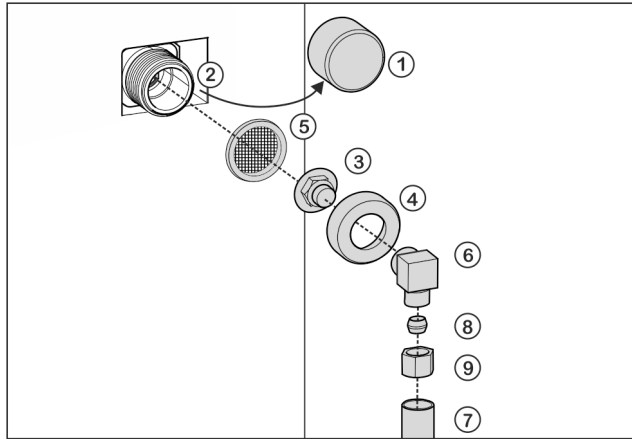

Fig. 25
- ▶ Kappe Fig. 25 (1) vom Magnetventil Fig. 25 (2) abziehen.
- ▶ Verbindungsstück Fig. 25 (3) in die Überwurfmutter Fig. 25 (4) einsetzen.
Unsachgemäßer Einbau des Wasserfilters Fig. 25 (5) ! Beschädigung des Wasserfilters.
- ▶ Wasserfilter Fig. 25 (5) mit der Vertiefung nach unten in Richtung Verbindungsstück Fig. 25 (3) einsetzen.
- ▶ Überwurfmutter Fig. 25 (4) an das Magnetventil Fig. 25 (2) anschließen und festziehen.
- ▶ Winkelstück Fig. 25 (6) anschrauben.
- ▶ Wasserleitung Fig. 25 (7) (z.B. Kupfer) mit Hilfe von Klemmring Fig. 25 (8) und Mutter Fig. 25 (9) am Winkelstück Fig. 25 (6) anschließen.
- ▶ Die Wasserleitung Fig. 25 (7) mit dem Rastbügel ggf. am Gehäuse fixieren.
- ▶ Winkelstück Fig. 25 (6) zur Seite legen.
- ▶ Wasserleitung Fig. 25 (7) (z.B. Kupfer) mit Hilfe von Klemmring Fig. 25 (8) und Mutter Fig. 25 (9) am Verbindungsstück Fig. 25 (3) anschließen.